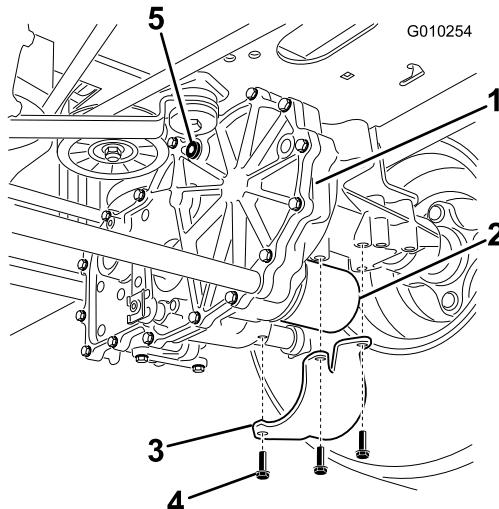

Figura 58
- Individuate il filtro e le protezioni su ogni sistema di trasmissione (Figura 58). Rimuovete le tre viti con cui è fissata la protezione del filtro.